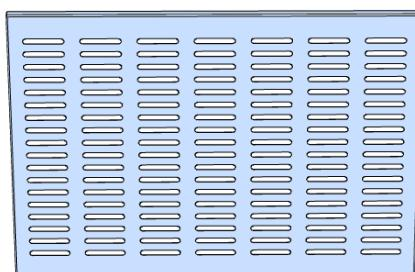

Рис. 1
1. Снимите перфорированный жироулавливающий фильтр (рис. 1).
6. Установите перфорированный жироулавливающий фильтр (рис. 1).
Для отсоединения перфорированного фильтра (рис. 1) следует нажать на пружинные замки на фильтре и вынуть его. Установка фильтра производится в обратном порядке.